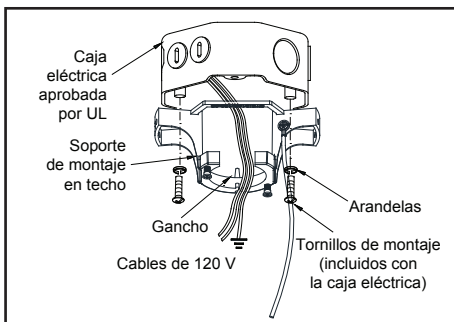

Figura 8
1. Pasa los cables de suministro de 120 V a través del orificio central de la placa de montaje del techo, como se muestra en la Figura 8.
2. Instala el soporte de montaje sobre la caja eléctrica, con los tornillos de montaje incluidos. Fíjate que el lado plano de la placa de montaje esté orientado hacia la caja eléctrica. (Figura 8)